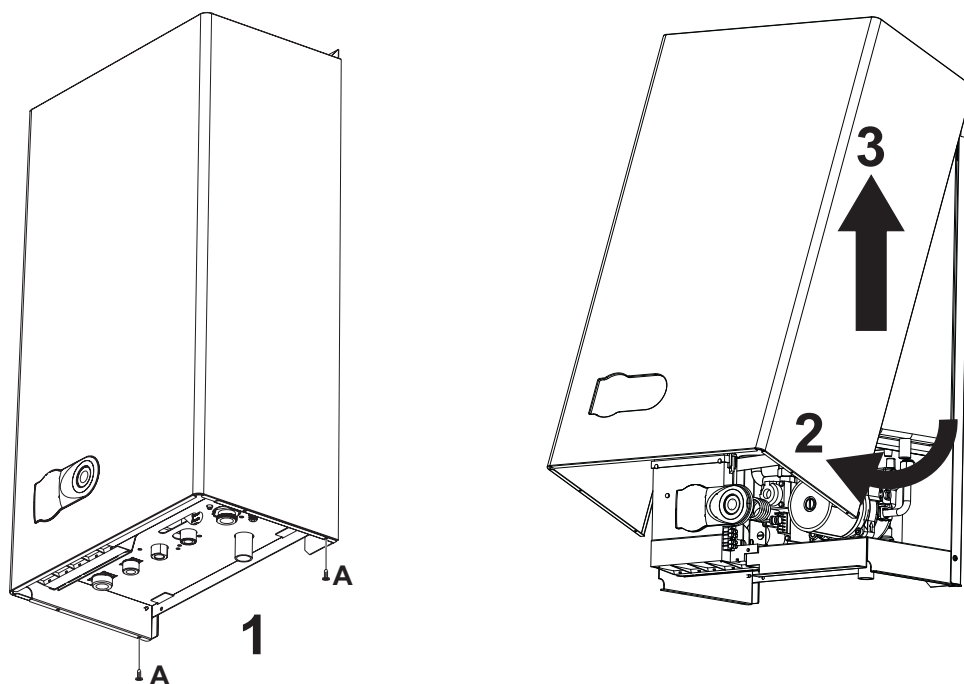

рис. 16 - Снятие кожуха
1. Отвинтите винты "А" (см. рис. 16).
2. Поверните кожух (см. рис. 16).